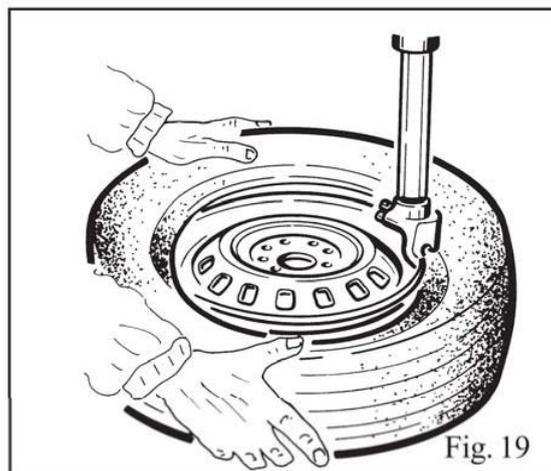

Fig. 19
- Mantendo o talão do pneu pressionado no canal do aro da roda com as mãos, pressione o pedal (Z) para girar a plataforma giratória no sentido horário. Continue até cobrir toda a circunferência do aro da roda (fig. 19).